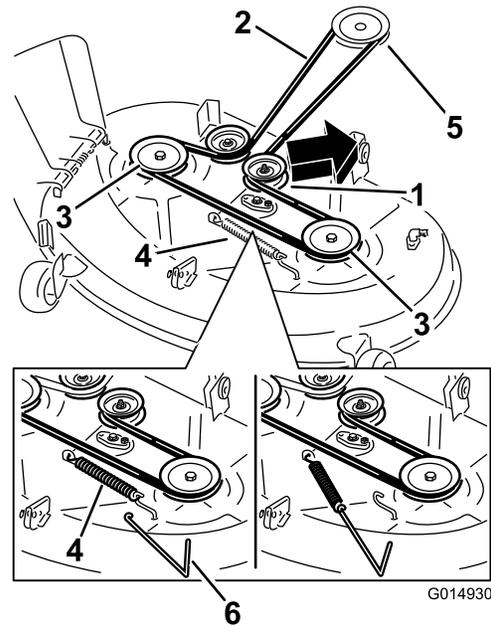
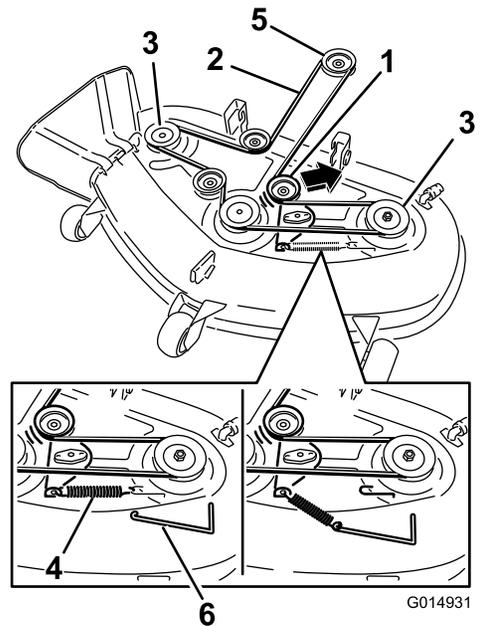

Figure 48
Figure 49
5. À l'aide d'un outil de dépose de ressort (réf. Toro 92-5771), décrochez le ressort du crochet sur le tablier pour détendre la poulie de tension et déchaussez la courroie des poulies (Figure 48 et Figure 49).
6. Acheminez la courroie neuve autour de la poulie du moteur et des poulies du tablier de coupe (Figure 49).
7. À l'aide d'un outil de dépose de ressort, accrochez le ressort au crochet situé sur le tablier pour tendre la poulie de tension et la courroie du tablier de coupe (Figure 48 et Figure 49).